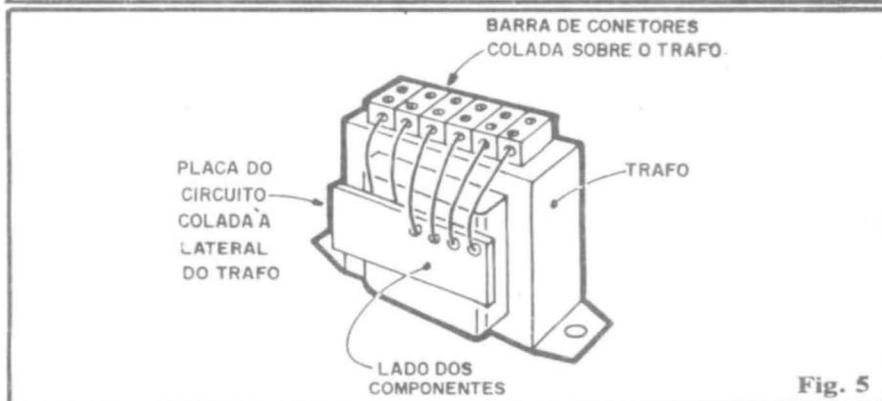

Fig. 5
- - Adesivo de epoxy (ou cianoacrilato) para eventual fixação da placa do circuito ao próprio corpo do transformador (também no sentido de compactar o conjunto, conforme veremos mais adiante, na sugestão da fig. 5).
Para que tudo possa ficar bem reduzido, em termos de tamanho final do conjunto, sugerimos o arranjo físico exemplificado na fig. 5, com a plaquinha simplesmente **colada** (usar adesivo forte de epoxy...) à lateral do próprio transformador (CUIDADO para que nenhuma parte metálica da estrutura do transformador toque as pistas e ilhas cobreadas do Circuito Impresso - se isso acontecer, "vai sair fumaça"...). Na sugestão, o bloco de conectores para instalação poderá também ser colado no topo do transformador, transformado o conjunto num só bloco físico, bastante prático e fácil de instalar (a fixação geral passa a ser feita, no lugar de-